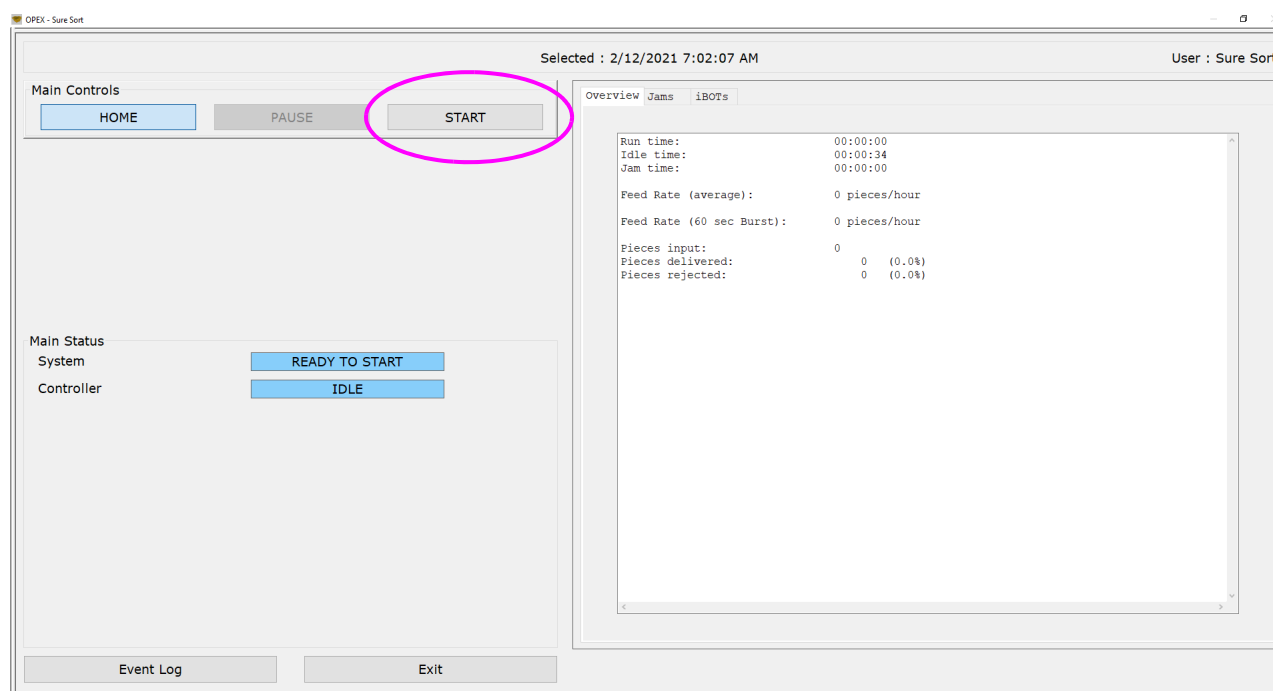

図 4-27: OPEX ホストの実行画面
1. OPEXホストの実行画面で、**START (起動)** をクリックします（140ページの図4-27を参照）。この時点で、コンベヤが起動し始め、iBOTが循環します。物品を容器に配送する準備として、コンベヤは充電を維持します。